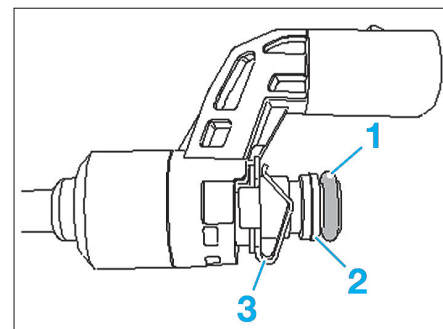

Fig. 44
- Retirer le joint torique (1) (Fig.44).
- Sectionner la rondelle d'appui (2) en utilisant une petite pince coupante.
- Retirer l'agrafe (3).